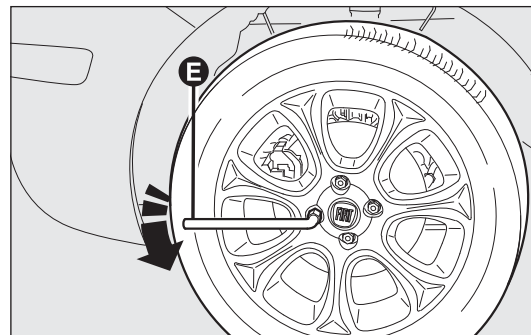

fig. 152
- allentare di circa un giro i bulloni di fissaggio, utilizzando la chiave in dotazione E-fig. 152; per vetture dotate di cerchi in lega, scuotere la vettura per facilitare il distacco del cerchio dal mozzo della ruota;